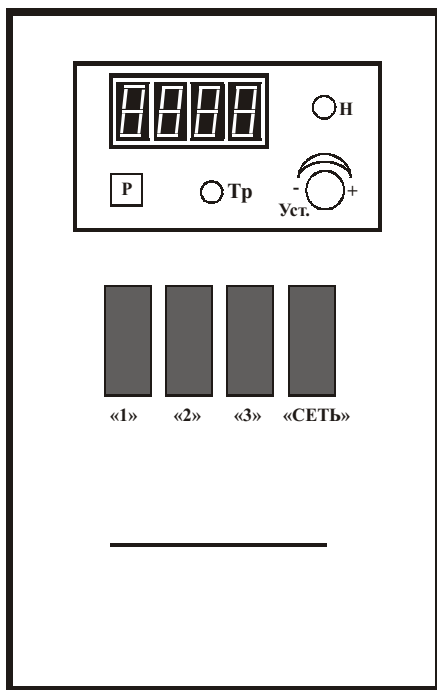

Рис. 2. Пульт управления ТПЦ-550М2
5. Включить тумблер «сеть» (рис. 2) на панели блока управления. При включении тумблера «Сеть» загорается цифровая шкала прибора терморегулятора ИТР (см рис.2) и индикатор нагрева «Н» в правом верхнем углу панели прибора. Нажимая и удерживая кнопку «Р» вращением ручки «Уст» устанавливают на цифровой шкале нужный тепловой режим камеры. При этом загорается индикатор «Тр», указывающий на то, что включен режим настройки.
1. Выключить тумблер «1» (рис. 2).
3. По остывании камеры до $50^{\circ} - 70^{\circ} \text{C}$ выключить тумблеры «2», «3» и «Сеть» (рис.2).